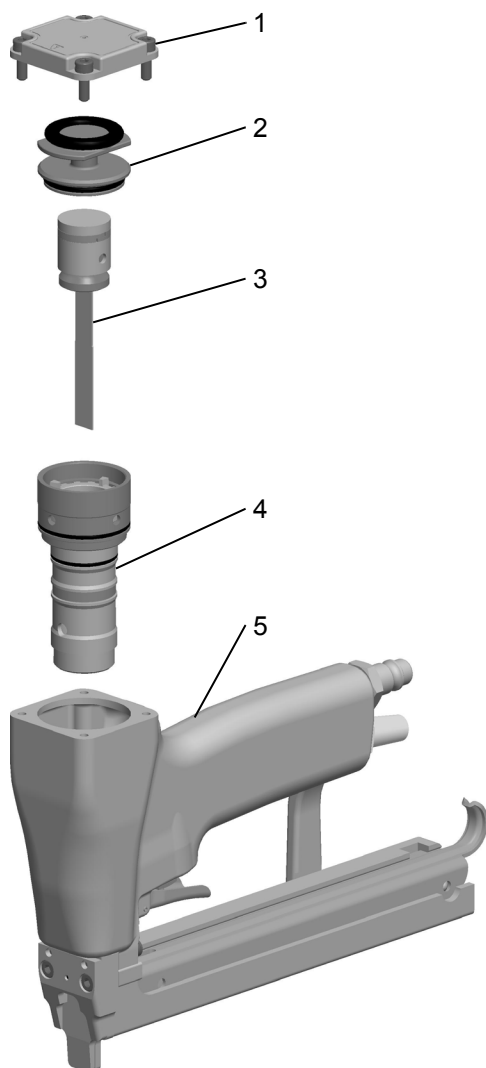

Fig. 7
- Demontera de fyra skruvarna (Fig. 7/1) till locket.